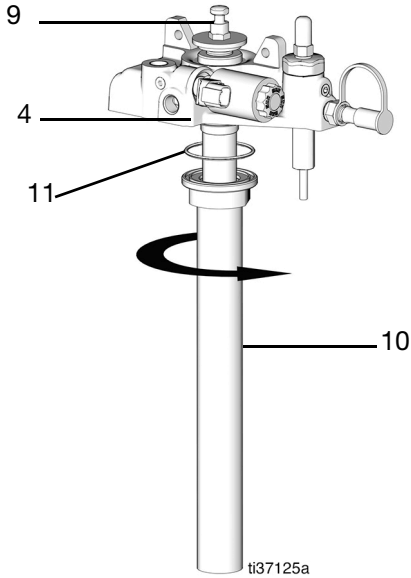
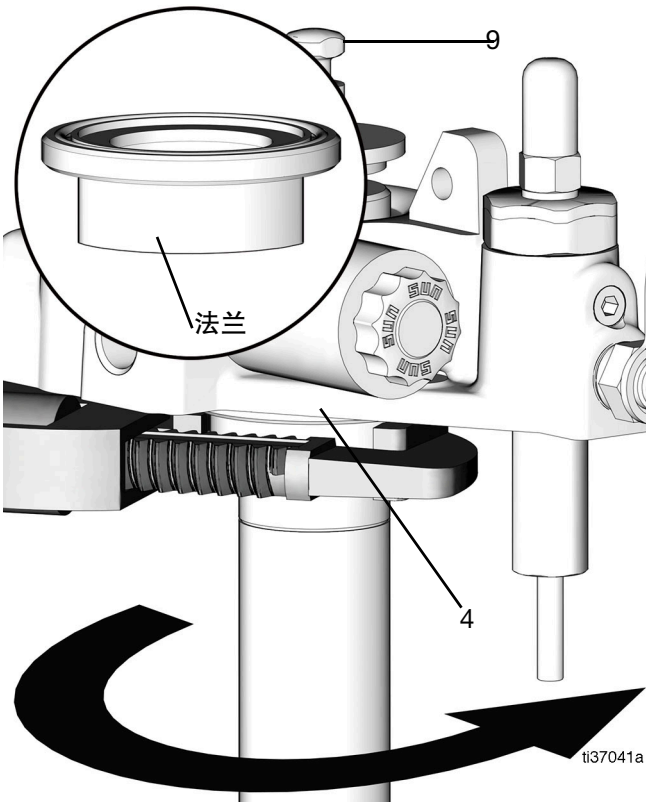

图 65
图 66
- 25. 更换 O 形圈 (11) 并稍微润滑 (图 65)。
- 26. 将管中管 (10) 滑到组件上, 直抵泵外壳。拧紧法兰, 直至力矩达到 40 英尺-磅/54.2 N•m (图 65 和图 66)。